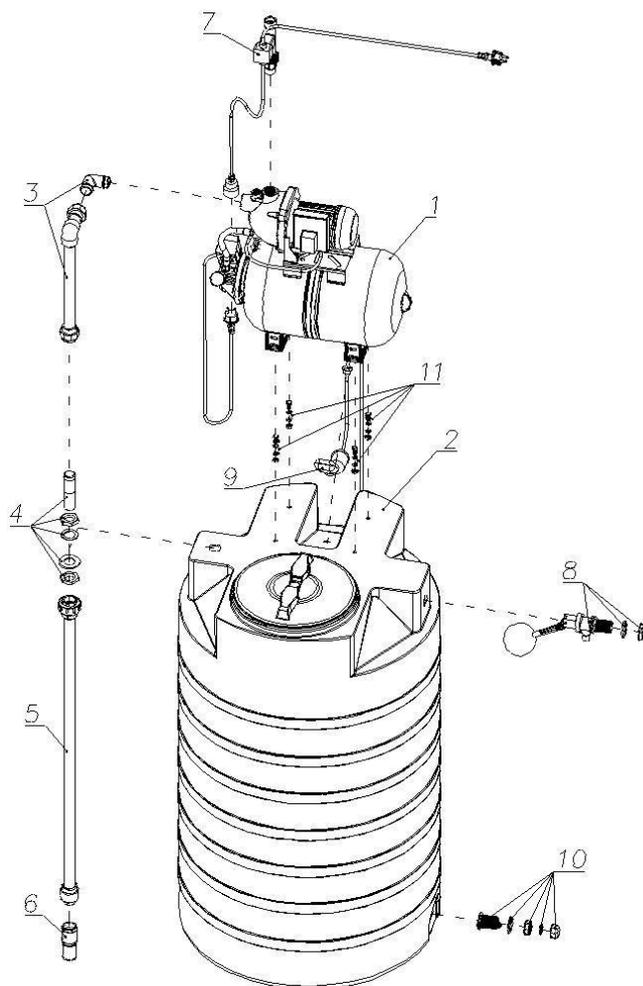

Рис. 3
Комплект крепежных элементов для соединения АНС с баком (поз.11 рис.3) - 1 комп. (болты М8х20 -4шт., гайки М8-4шт., шайба 8 - 8шт. шайба пружинная-8шт.)
4. СБОРКА ОБОРУДОВАНИЯ (рисунок 3)
Из бака объемом 500 л (поз.2 рис.3) выкручивается верхняя резьбовая крышка горловины. АНС (поз.1) устанавливается на верхнюю площадку бака и закрепляется на ней с помощью крепежных элементов. В комплект крепежа (поз.11) входит: болт М8х30 – 4 шт; гайка М8 – 4 шт; шайба 8 – 8 шт; шайба пружинная 8 - 4 шт. Установка крепежа осуществляется через резьбовую горловину бака, как и последующие операции сборки.